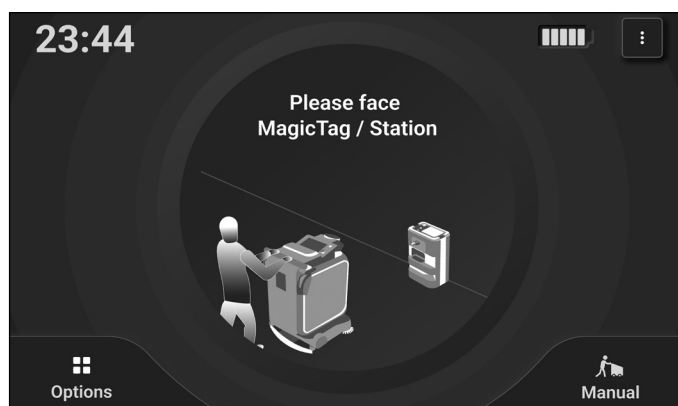

Figure 39
1. Sur la page d'accueil (**Fig. 39**), poussez la machine près du MagicTag (~30 cm), de sorte que le robot lui fasse face.